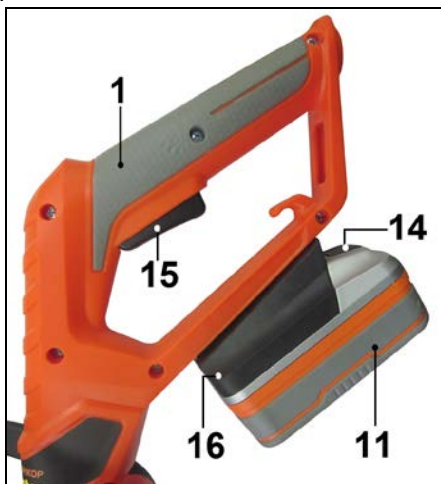

Рисунок 4.
7.2. Включение (Рисунок 4)
7.1. Установка аккумуляторной батареи (Рисунок 4).